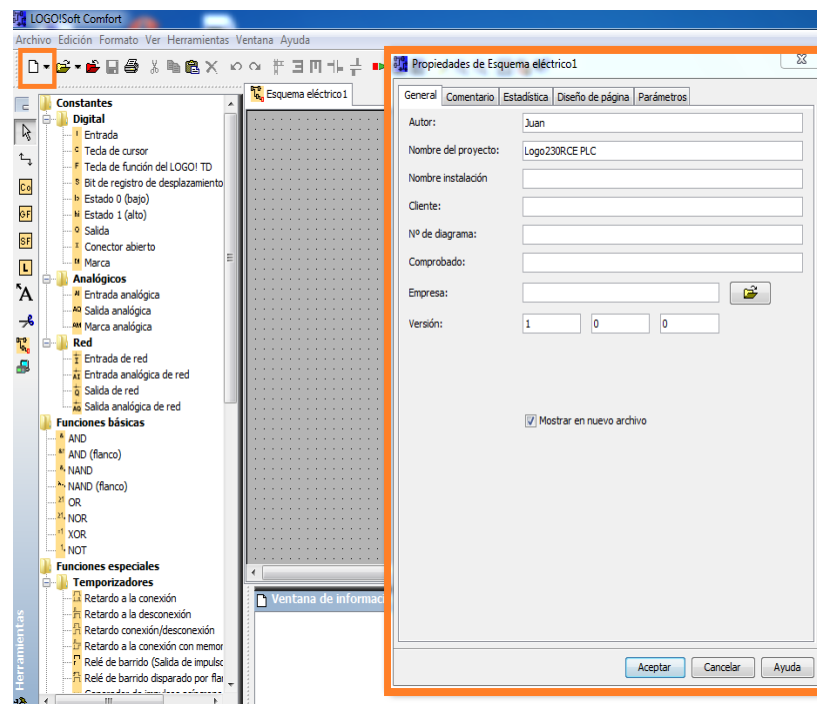

Figura 117: Propiedades del esquema eléctrico.
2. Seleccionar un nuevo proyecto y llenar las propiedades del nuevo esquema eléctrico Figura 117.